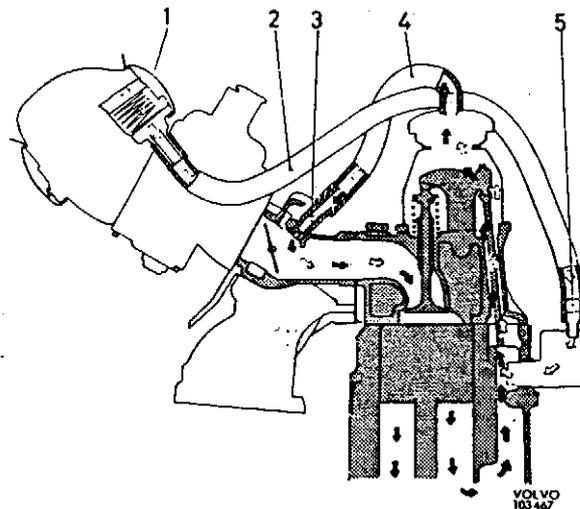

Abb. 19 Positive Kurbelgehäuseentlüftung
Zwischen der Zylinderkopfhäube und dem Ansaugrohr befindet sich ein Schlauch (4, Abb. 19). Der Anschluß zum Ansaugrohr erfolgt mit einem kalibrierten Nippel (3). (Dieser Nippel ist alle 40 000 km zu reinigen.) Zwischen dem Ölfänger, der am Kurbelgehäuse angeschlossen ist, und dem Luftfilter befindet sich ein Schlauch (2), der der Frischluftzufuhr dient. Am Anschluß an den Ölfänger ist ein Flammenschutz (5) vorhanden, der aus einem Metallfilter besteht. Der beim Fahren des Motors entstehende Unterdruck im Ansaugrohr bewirkt einen Unterdruck in Zylinderkopfhäube und Kurbelgehäuse durch den Schlauch (4). Frischluft wird dem Kurbelgehäuse über das Luftfilter durch den Schlauch (2) zugeführt.